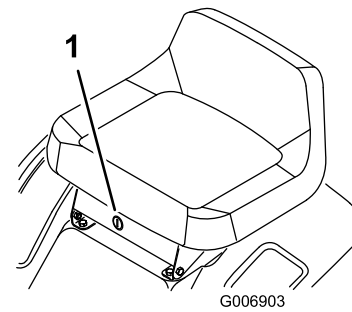

Figure 12
du commutateur KeyChoice situé près du support du siège (Figure 12).
2. Introduisez la clé KeyChoice dans le commutateur (Figure 12).